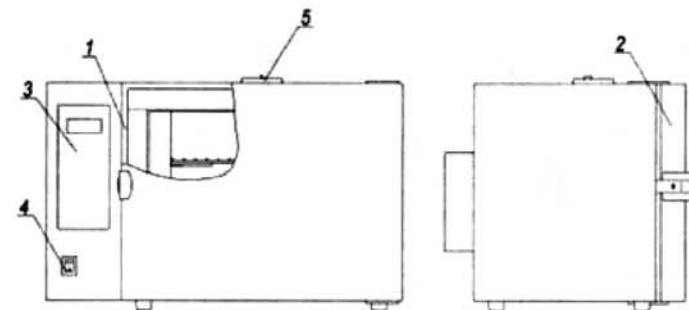
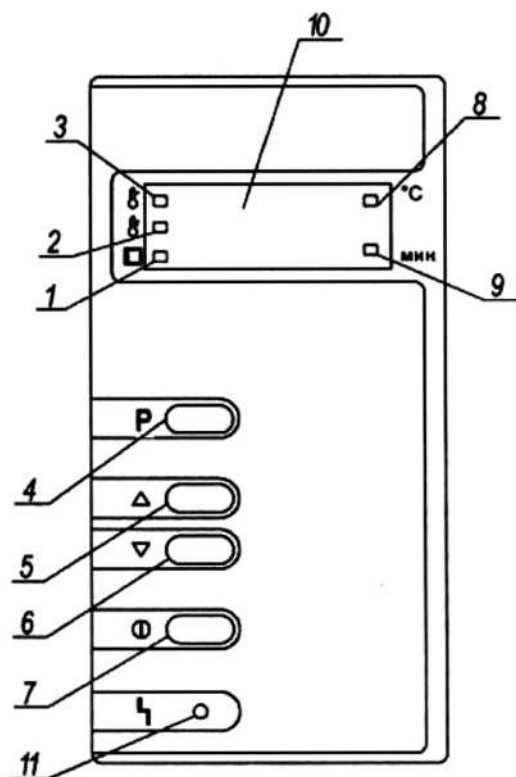

Рисунок 1 - Стерилизаторы ГП МО. Общий вид
Рисунок 2 - Расположение органов управления стерилизатором на блоке управления
1.4.1 Общий вид стерилизатора представлен на рис. 1 и 2.
Установить выключатель (поз.4, рис. 1) в положение "I". На блоке управления загорится индикатор (поз.8, рис. 2), информационное табло (поз.10, рис.2) показывает текущую температуру в стерилизационной камере.
Для выбора программы стерилизации нажать на кнопку "P" (поз.4, рис.2) и выбрать нужную программу путем нажатия на одну из кнопок "Δ", "∇" (поз.5, 6, рис.2).
Для запуска выбранной программы кратковременно (не более 2 сек) нажать на кнопку "⏻" (поз.7, рис. 2). Стерилизатор перейдет в фазу "ПОДГОТОВКА". Информационное табло индицирует изменение температуры в камере. Происходит нагрев до установленного значения температуры.
"СТЕРИЛИЗАЦИЯ". Включается светодиодный индикатор "СТЕРИЛИЗАЦИЯ" (поз.3, рис. 2), информационное табло попеременно индицирует время выдержки и текущую температуру в камере. Происходит выдержка при заданной температуре, по истечении которой стерилизатор переходит в фазу "ОХЛАЖДЕНИЕ",
В фазе "ОХЛАЖДЕНИЕ" индикатор продолжает показывать изменение температуры в камере и горит индикатор "ОХЛАЖДЕНИЕ" (поз.2, рис. 2). Температура в камере падает. При понижении температуры до 75°C гаснет индикатор "ОХЛАЖДЕНИЕ", загорается индикатор "ВЫГРУЗКА" (поз.1, рис. 2) и звучит прерывистый звуковой сигнал, который выключается через 1 минуту.
2.3.3 Установить выключатель (поз.4, рис. 1) в положение " I ". На блоке управления загорится индикатор (поз.8, рис. 2), информационное табло (поз.10, рис.2) показывает текущую температуру в стерилизационной камере.
В алгоритм управляющей программы стерилизатора заложена возможность автоматического запуска прерванной (в результате кратковременного пропадания питающего напряжения) программы. Если после включения произошел автоматический запуск программы, то для ее остановки необходимо нажать на кнопку (I) (поз.7, рис.2) и удерживать в течение 3 секунд.
Программа запоминает в энергонезависимой памяти номер последней программы, запущенной на исполнение. Для ее повторного запуска можно сразу нажать на кнопку "(I)" (поз.7, рис. 2), не производя перебор программ,
2.3.2 Для запуска выбранной программы кратковременно (не более 2 сек) нажать на кнопку "(I)" (поз.7, рис. 2). При этом включится вентилятор принудительной циркуляции воздуха внутри стерилизационной камеры и стерилизатор перейдет в фазу "ПОДГОТОВКА", Информационное табло индицирует изменение температуры в камере. Происходит нагрев до установленного значения температуры.
При необходимости запущенную программу можно остановить, нажав на кнопку "(I)" (поз. 7, рис.2) и удерживать в течение 3 секунд. Эту остановку можно выполнить в любой фазе стерилизации.
2.3.3 При достижении заданной температуры стерилизатор переходит в фазу "СТЕРИЛИЗАЦИЯ". Включается светодиодный индикатор "СТЕРИЛИЗАЦИЯ" (поз.3, рис. 2), информационное табло попеременно индицирует время выдержки и текущую температуру в камере. Происходит выдержка при заданной температуре, по истечении которой стерилизатор переходит в фазу "ОХЛАЖДЕНИЕ"
2.3.5 При понижении температуры до 75°C гаснет индикатор "ОХЛАЖДЕНИЕ", загорается индикатор "ВЫГРУЗКА" (поз.1. рис. 2) и звучит прерывистый звуковой сигнал, который выключается через 1 минуту.